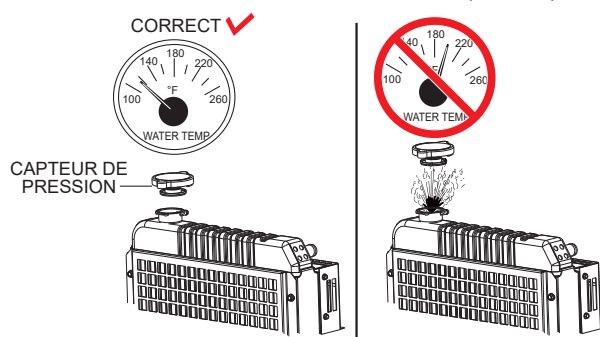

Figure 71. Dépose du bouchon de pression du radiateur
1. Retirez le **bouchon de pression du radiateur** (Figure 71) uniquement lorsque la température du liquide de refroidissement est inférieure à 50 °C (120 °F).